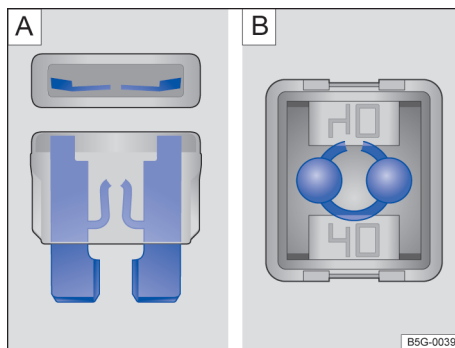

图 124 已熔断的保险丝：A 扁平片式保险丝、B 方块式保险丝
- **扁平片式保险丝 (ATO[®], MINI[®])** 可通过包裹金属片的透明壳体顶部和侧面观察其内的金属片熔化状态鉴别其是否熔断 → 图 124 A。
- **方块式保险丝 (JCASE[®])** 可通过透明壳体顶部观察其是否熔断 → 图 124 B。